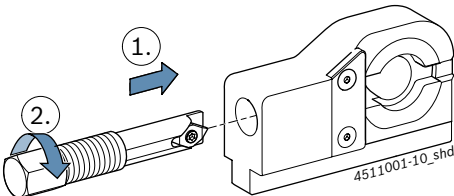

Fig. 11: Spændeskruen fastgøres
4. Spændeskruen skubbes ind i demonteringsværktøjet og drejes ind i gevindet som i Fig. 11.